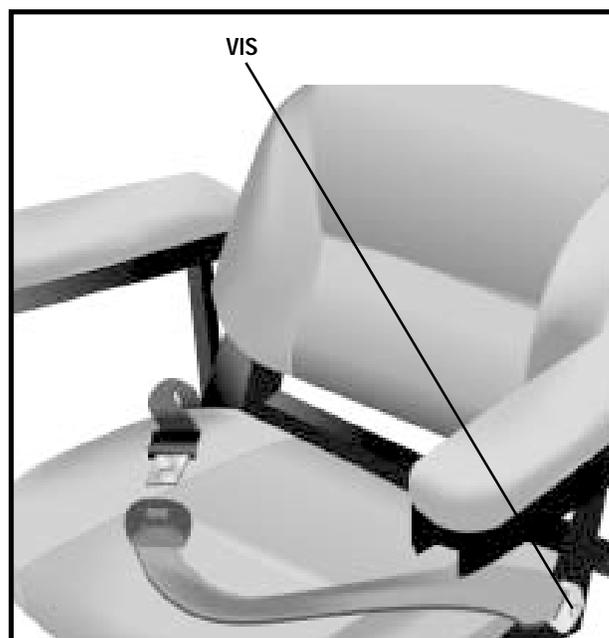

Figure 29. Ceinture de positionnement (Siège moulé)
1. Prenez place sur le siège, insérez la patte métallique d'un côté dans le boîtier de la boucle du côté opposé jusqu'à ce que le «clic» se fasse entendre. Voir la figure 29.